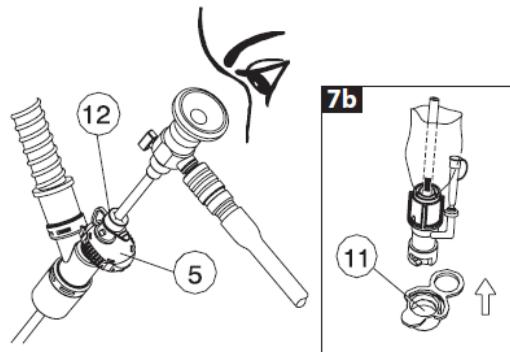

図 7
- (1) 吸引カテーテルを取り外した状態で、閉鎖式気管支鏡検査や、選択的肺サンプリングが可能である。
- (2) 本品のパッケージには、回転バルブ(7b)から取り外した吸引カテーテルを保護するためのキャップ(11)と、流量漏れを最小限に抑えながら気管支鏡を挿入できる拡張ポート(12)を備えたソフトキャップを含むポーチが同梱されている。使用前に、気管支鏡がソフトキャップを通ることを確認すること。
- (3) 図7のとおりソフトキャップ(12)を取り付け、回転バルブ(5)を回し開き、操作を開始する。